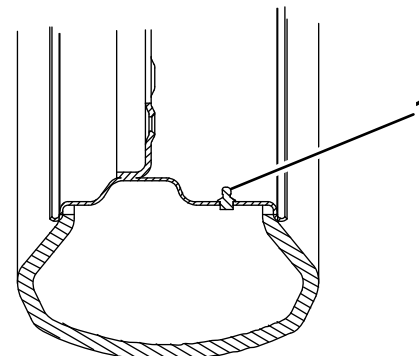

Figure 3
**Remarque:** Si la valve ne dépasse pas de la jante, posez la rallonge courbe (Figure 3) avant la rallonge droite.